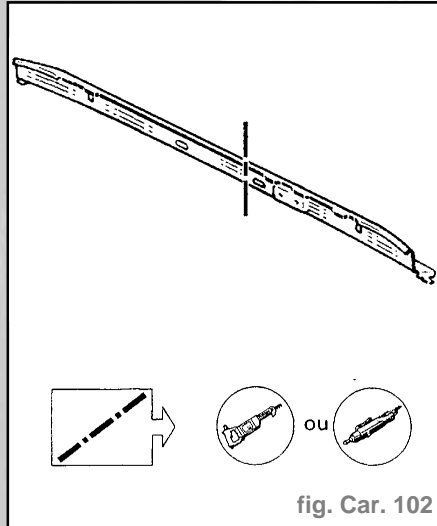

fig. Car. 102
- Cette pièce peut être remplacé partiellement (voir coupe et dessin ci-dessous) (fig. Car. 102).